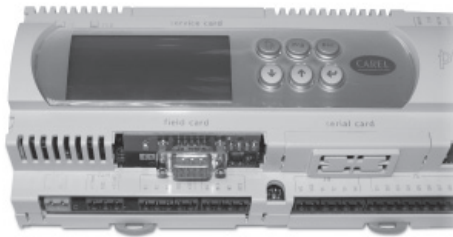

Fig. 3
4. inserire la scheda opzione nel corrispondente connettore a pettine facendo attenzione ai collegamenti elettrici e che stia in battuta ai due appoggi plastici solidali al contenitore del pCO1/pCO3 (Fig. 3);